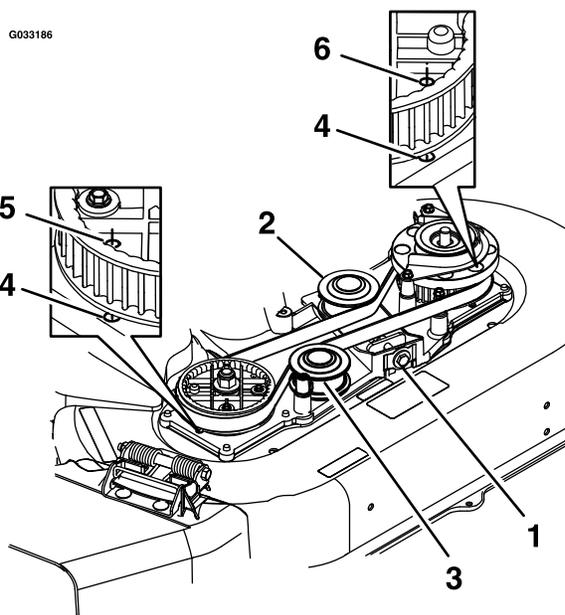

Figure 4
4. Alignez les trous des pignons droit et gauche sur les trous du tablier, comme montré à la Figure 4. Maintenez les pignons en place à l'aide d'une tige ou d'un tournevis.
5. Lorsque les lames sont bloquées en place et que les dents de la courroie sont engagées dans les pignons, montez la poulie de tension fixe comme montré à la Figure 2 et la Figure 4. Serrez la vis (5/16 x 1-1/2 po) à un couple de 16 à 20 N·m (144 à 176 po-lb). Placez l'obturateur sur la vis et appuyez dessus jusqu'à ce qu'il s'engage dans la poulie.